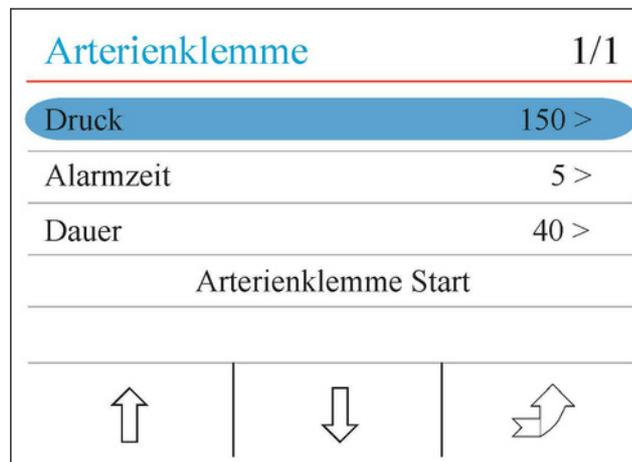

Abbildung 4.14 Einstellungen für die Arterienklemme
- ☐ „**Arterienklemme**“: Drücken Sie diese Taste, um die Einstellungen für die Arterienklemme aufzurufen; siehe Abbildung 4.14